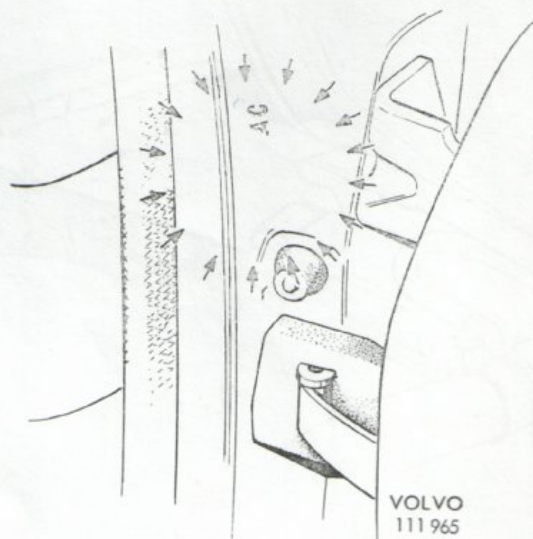
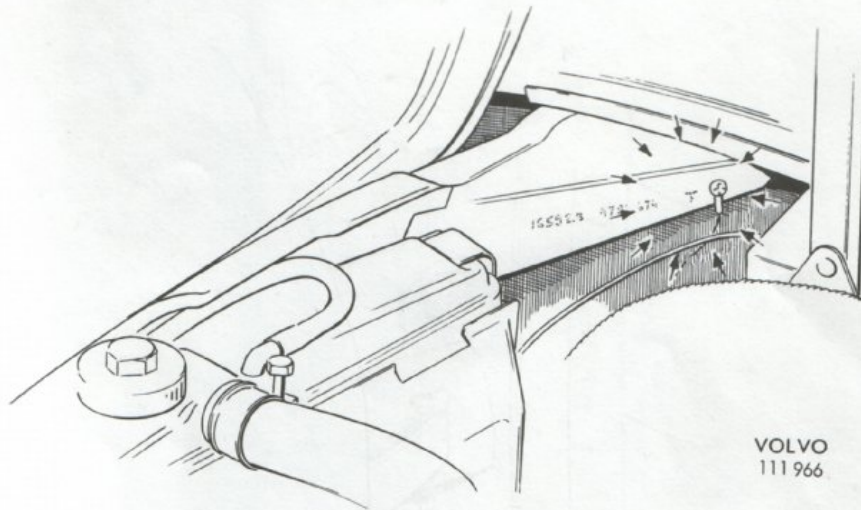

Bild 1. 140 och 164 t.o.m. 1972 års modell, höger A-stolpe. Kodbeteckningen finns inom det markerade området.
Bild 3. 1800, höger sida på framstycket
Placeringen av kodbeteckningen på 140 och 164 visas i bild 1 och 2 och på 1800 i bild 3.
9. Placera, passa in och spänn fast reservdelen mot kaross- och underläggsplåt. OBS! Skarven mellan karossplåt och reservdel skall ha en öppning av ca 1 mm (se bild 3).